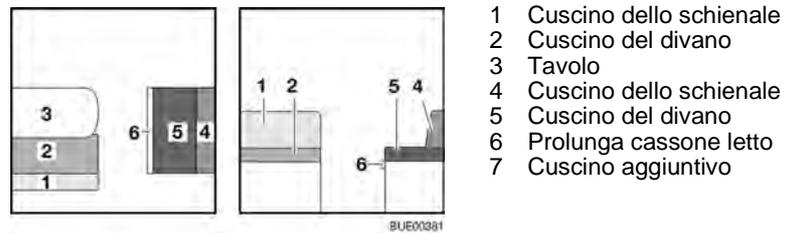

Fig. 96 Prima della trasformazione
- Trasformare il tavolo (Fig. 96,3) in struttura di supporto letto (vedi paragrafo 6.11).
- Riporre il cuscino dello schienale (Fig. 96,1).